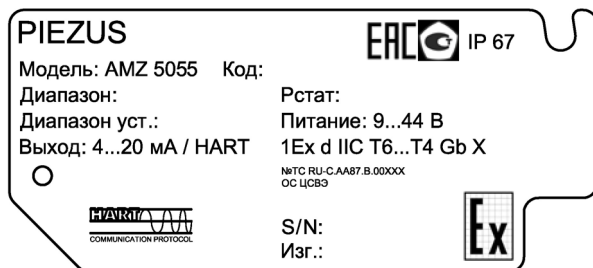

Рисунок 10.1 – Маркировка основных технических параметров (маркировка может отличаться от представленной на рисунке по усмотрению производителя).
10.1 Изделие может быть идентифицировано по его производственной маркировке. Маркировка выполнена на пластинке из нержавеющей стали и содержит (рисунок 10.1):